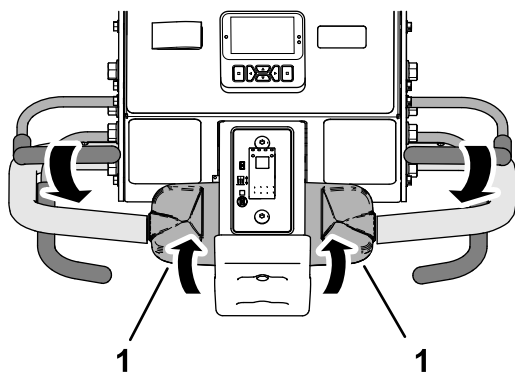

Bild 90
3. Halten Sie den Schaltbühnen am Lenker und drehen Sie den oberen Teil des Fahrtriebshebels langsam nach hinten (Bild 90).